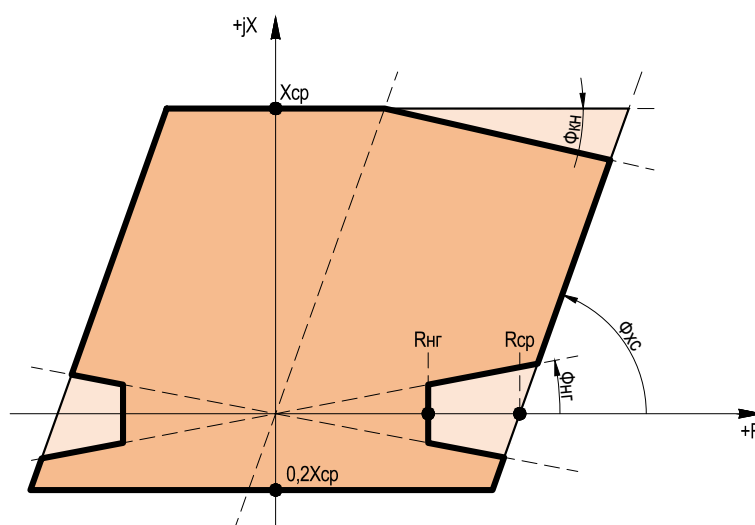

Рисунок 2.1 – Характеристика срабатывания реле сопротивления ненаправленных ступеней ДЗ
2.2.1.12 При выведенной направленности ступени ДЗ имеют многоугольную характеристику срабатывания с охватом нуля (рисунок 2.1). Принцип работы дистанционной защиты с данной многоугольной характеристикой основан на проверке попадания значений вычисленных сопротивлений в зону срабатывания, которая определяется значениями уставок по сопротивлению ( $R_{сп}$ ,  $X_{сп}$ ,  $\Phi_{хс}$ ,  $\Phi_{кн}$ ). Коэффициент возврата органа построения характеристики равен 1,05.